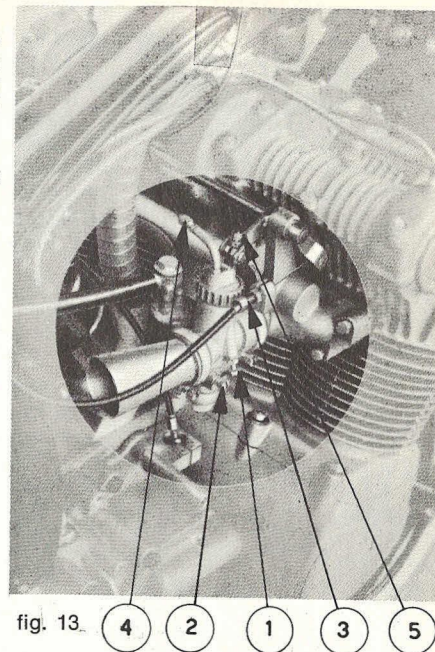
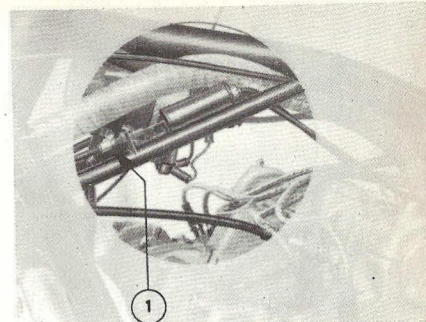

fig. 13.
fig. 17
- Registrare la prima vite che regola la chiusura della valvola in modo da ottenere un minimo piuttosto veloce (apertura da 0 a 2,5 mm.) 1 fig. 13.
- Regolare la seconda vite che è quella dell'aria in modo da ottenere una marcia il più regolare possibile del motore (marcia galoppante indica miscela ricca; tendenza a fermarsi o sternuti indicano miscela povera) 2 fig. 13.
- Régler la première vis qui contrôle la fermeture de la soupape de façon à obtenir un ralenti assez rapide (ouverture de 0 à 2,5 mm.) 1 fig. 13.
- Régler la deuxième vis qui contrôle l'air de façon à obtenir un régime de rotation aussi régulier que possible. Un régime trop rapide veut dire un mélange trop riche. Si le moteur a tendance à s'arrêter ou éternuer cela veut dire que le mélange est pauvre 2 fig. 13.
- Adjust the throttle valve screw to obtain a fairly fast idling (clearance from 0 to 2,5 mm) 1 fig. 13.
- Adjust the air screw to obtain smooth operation of the engine (rough operation indicates rich mixture; misfiring indicates too lean mixture) 2 fig. 13.
Accertarsi che l'apertura dei carburatori avvenga contemporaneamente, diversamente agire sul registro della levetta del carburatore che apre in ritardo 5 fig. 13. L'eventuale pulizia dei getti e dei fori deve essere eseguita esclusivamente mediante soffiatura e si sconsiglia di usare fili metallici, aghi, ecc. che potrebbe alterare i diametri dei fori e rendere difficile la regolazione della carburazione.
carburateurs advienne en même temps. Dans le cas contraire régler le registre du levier du carburateur qui ouvre en retard 5 fig. 13. Le nettoyage des gicleurs et des ouvertures doit se faire exclusivement au moyen d'un jet d'air. Ne pas employer des fils métalliques, aiguilles, etc. qui pourraient abîmer les diamètres des trous et rendre difficile le réglage de la carburation.
of the retarded throttle valve 5 fig. 13.
Il cavo comando starter è regolato al montaggio e difficilmente necessita di ulteriore regolazione. Tuttavia esso è corredato di due registri. Il barileto sul telaio, sotto il serbatoio 1 fig. 17, serve per riprendere il gioco fra la leva sul manubrio e il cursore, l'altro sui rispettivi carburatori serve per eliminare il gioco fra quest'ultimi ed il cursore 4 fig. 13. Per la sostituzione di ciascuno di questi cavi è necessario smontare il serbatoio dal telaio.
Il gioco del cavo non deve essere superiore a $0,5 \div 1$ mm. In caso contrario registrare mediante l'apposita vite 3 fig. 13 sul comando levette carburatori.
Il est très difficile que ce cable doit être réglé. Il est toutefois muni de deux dispositifs de réglage. L'écrou de réglage sur le cadre, sous le réservoir 1 fig. 17, sert pour éliminer le jeu entre le levier sur le guidon et le curseur. Les autres sur les carburateurs servent pour éliminer le jeu entre les carburateurs et le curseur 4 fig. 13.
Le jeu du cable ne doit pas dépasser $0,5 \div 1$ mm. Dans le cas contraire régler en tournant la vis 3 fig. 13 sur la commande des leviers des carburateurs.
The starter control cable is adjusted during assembly and seldom requires further adjusting. The frame mounted adjuster, under the tank 1 fig. 17 is for picking up the play between the handlebar control lever and the slider, the other one on each carburetor is for eliminating any play between the carburetors and the slider 4 fig. 13.
The control cable play must not exceed $0,5$ to 1 mm, or adjust play by means of the adjusting screw 3 fig. 13 on the carburetor control lever.